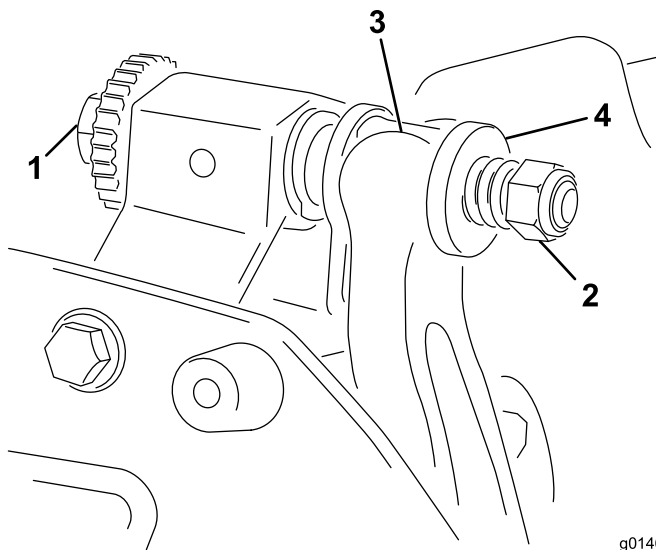

Figura 19
1. Ruotate la vite di regolazione della barra di appoggio in senso antiorario per allontanare la controlama dal cilindro (Figura 19).
2. Allentate il dado di tensione della molla finché la rondella non sarà più in tensione contro la barra di appoggio (Figura 19).
1. Montate il gruppo della barra di appoggio/controlama, posizionando gli attacchi di montaggio tra le rondelle e la vite di regolazione della barra di appoggio (Figura 19).